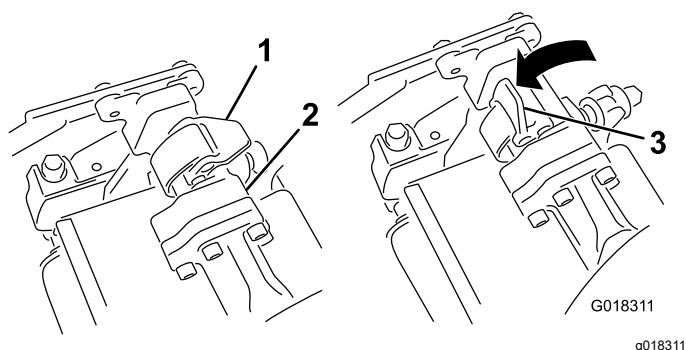
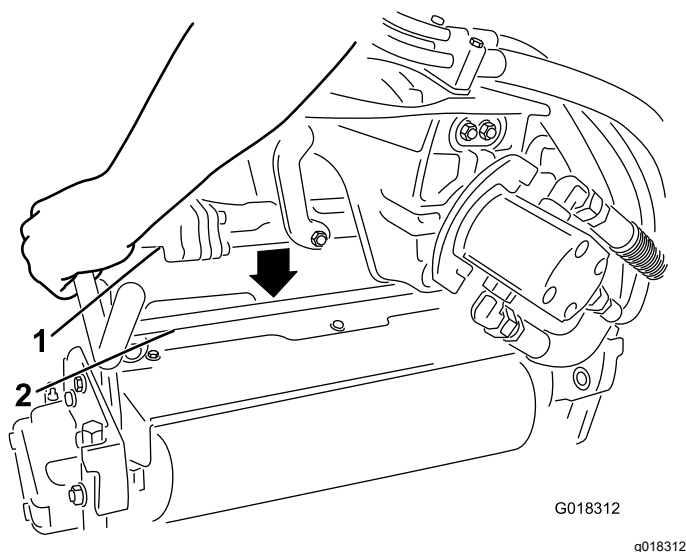

図 3
図 4
2. サスペンションアームのバーについているラッチを開いて図3、サスペンションアームを押し下げて、バーを、スパイカユニットのバーの上に被せるようにする図4。
3. ラッチを閉じてスパイカユニットをロックする図3。